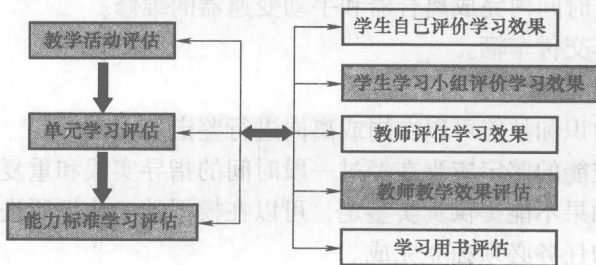

图 0-3 教学评估计划
(1) 教学评估目的 教学评估是对学生学习需求与效果的及时反馈,是对课程教学活动设计和实施过程的质量监控,是对学生学习参与程度的及时检查。
(2) 教学评估的标准 按照《汽车维修技术人员培训能力标准》中的能力标准《QTP-BW033 实施汽车基本故障检修》、《QTPBW040 检查和维护手动变速器》、《QTPBW074 检查和维修离合器总成及操纵系统部件》、《QTPBW075 维修手动变速器》、《QTPBW092 维修离合器总成和相关零部件》、《QTP-BW093 维修手动变速器零部件》进行学习效果和ari学习需求评估。
(3) 教学评估计划 教学评估计划如图 0-3 所示。
(4) 教学评估工具 本书附有学生评估工具,教师和学生可以使用这些评估工具从学习用书、教学方法、学习方法、学习鉴定等 4 个方面开展教学评估;教师也可以根据教学中的具体情况,自己设计评估问卷,进行教学评估,监控教学质量。